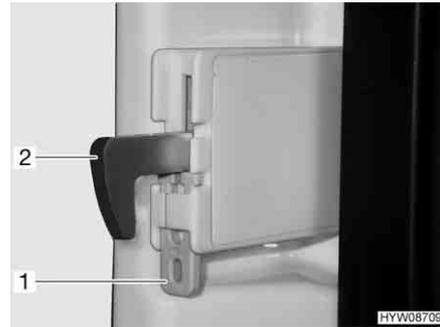

Fig. 181 Fissaggio del gancio di bloccaggio
**Fissaggio del gancio di bloccaggio:** ■ Spingere il dispositivo di fissaggio (Fig. 181,1) verso l'alto. Spingere il gancio di bloccaggio (Fig. 181,2) verso l'alto, disinserendolo.
**Sblocco del gancio di bloccaggio:** ■ Spingere il gancio di bloccaggio (Fig. 181,2) verso il basso. Il gancio di bloccaggio è di nuovo inserito.